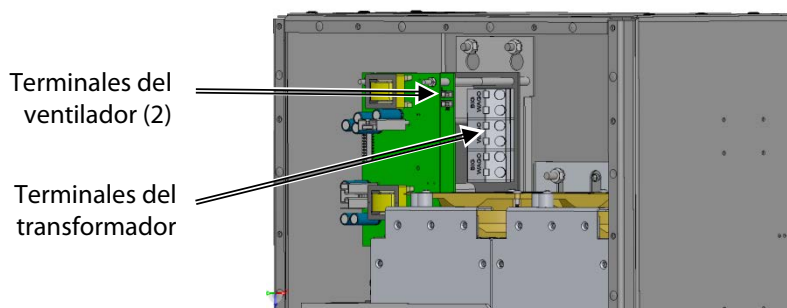

Figura 3 Terminales del transformador y del ventilador
1. Retire los dos o tres cables del transformador del módulo de PCBA para el módulo de alimentación que desee sustituir insertando el destornillador plano horizontalmente en las ranuras del bloque de terminales y haciendo palanca con el destornillador hacia afuera (desde la parte posterior de la caja hasta la parte delantera). Consulte la Figura 3. De este modo, se liberará la tensión en el cable y podrá tirar de él para sacarlo. Repita con los demás cables conectados al módulo que desee sustituir. Anote las ubicaciones de los cables como referencia en el futuro. Hay marcas en los bloques de terminales (L1=negro, L2=rojo, N=neutro) y debajo de ellos, en la tarjeta de circuitos (RIGHT XFMR, LEFT XFMR y NEUTRALS), que identifican las conexiones correctas.
2. Desconecte el cable del ventilador del módulo PCBA para el módulo de alimentación que desee sustituir pinzando su conector y tirando de él hacia la derecha. Consulte la Figura 3.
1. Retire el cable del ventilador que desee sustituir del módulo de PCBA pinzando su conector y tirando de él hacia la derecha. Consulte la Figura 3.